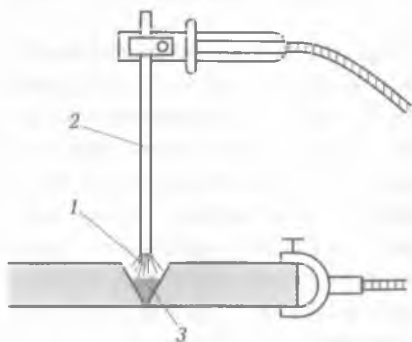

Рис. 8.12. Схема электродуговой сварки:
**Электродуговой сваркой** получают неразъемные соединения, преимущественно стальные. Для этой цели используют тепловое воздействие на свариваемые детали электрической дуги. Роль одного электрода выполняет свариваемая деталь 3, а другого — специальный электрод 2 (рис. 8.12). В связи с тем что расстояние между электродами невелико, теплота дуги 1 сосредоточена в маленьком объеме. Это приводит к быстрому нагреву и плавлению металла в месте сварного соединения. Электрод предназначен для подачи тока к месту возникновения дуги и для доставки дополнительного материала (металла), необходимого для образования сварного шва.